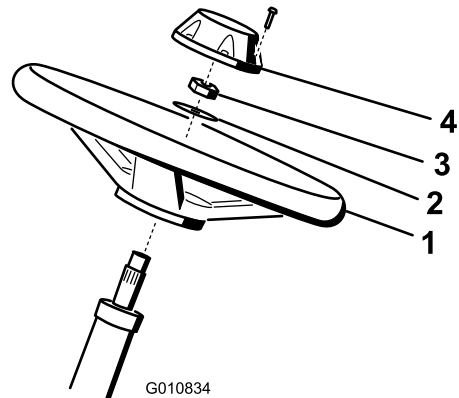

图4
1. 将方向盘滑入转向轴 (图4)。
2. 将垫圈滑入转向轴 (图4)。
3. 使用锁紧螺母将方向盘固定到转向轴上, 旋紧至 27~35N·m (图4)。
4. 将中心盖安装到方向盘上, 并用 6 个螺栓固定 (图4)。